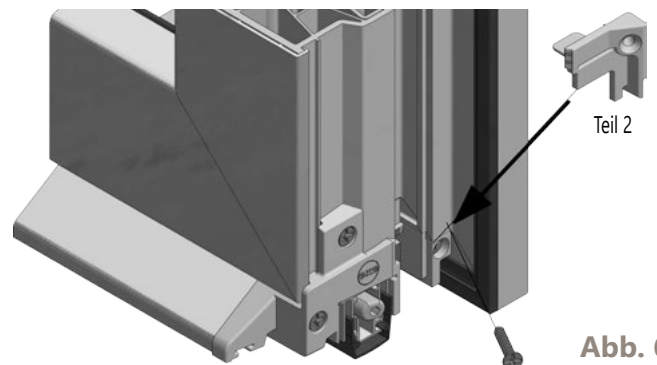

Abb. 6
MONTAGE EK-BDA8761 Teil 2 (Abb. 6)
- Teil 2 der Endkappe EK-BDA8761 kann von oben nach unten am Flügelüberschlag und durch die Beschlagnut auf die bereits montierte Endkappe geschoben und festgeschraubt werden (Abb. 6).